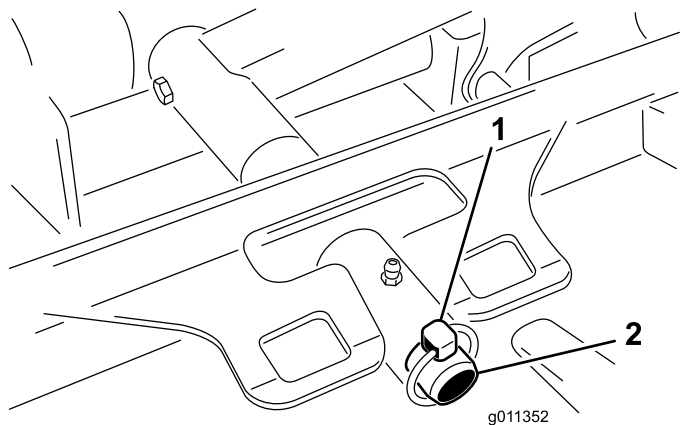

図 120
3. カッティングユニットのキャリアフレームを昇降アームのピボットピンに固定しているリンチピン（ランドマスター4500またはリテーナナットランドマスター 4700）を外す 図 120。
2. カッティングユニットのキャリアフレームを昇降アームのピボットピンにセットする 図 120。カッティングユニットをピンに取り付けるリンチピングランドマスター 4500またはリテーナナットグランドマスター 4700を使用する。